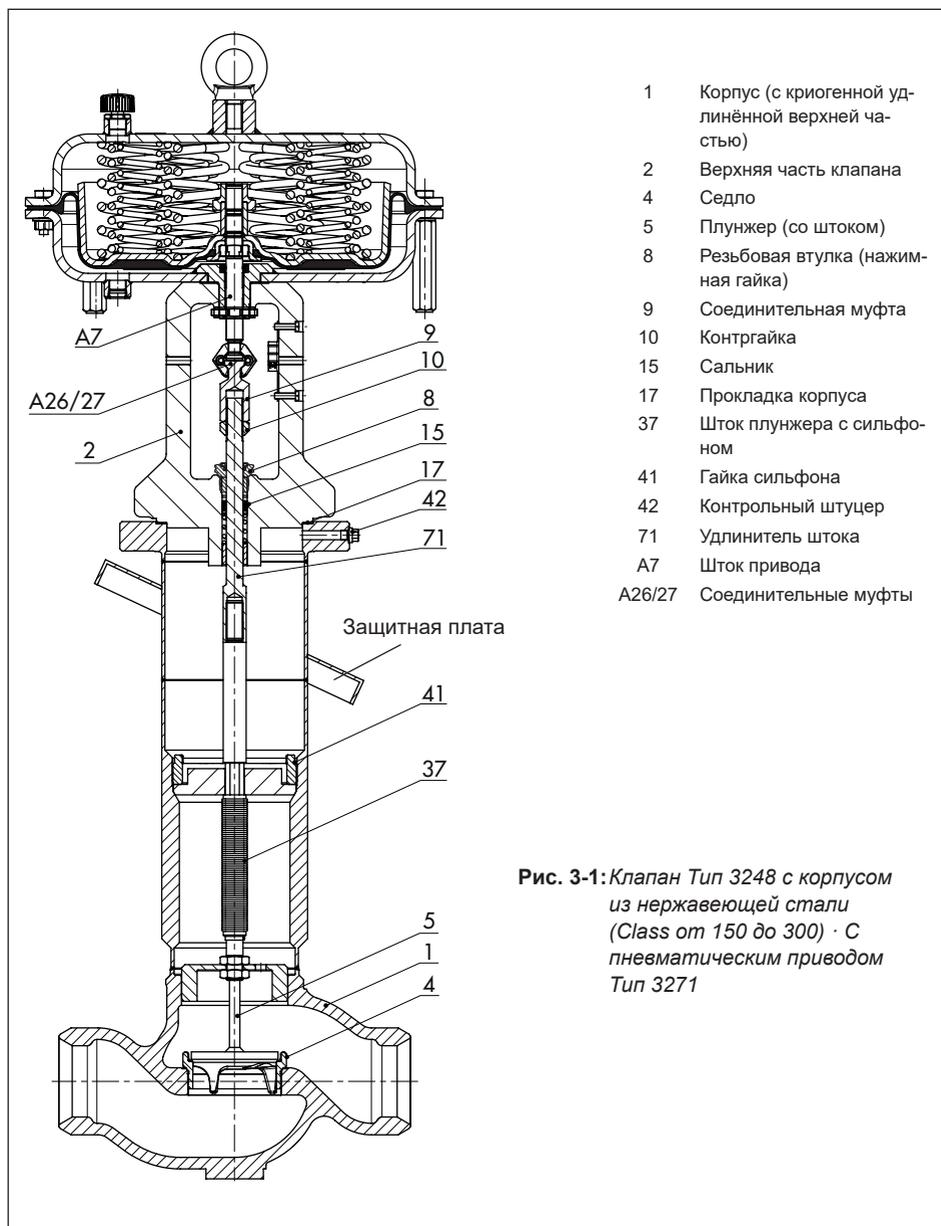
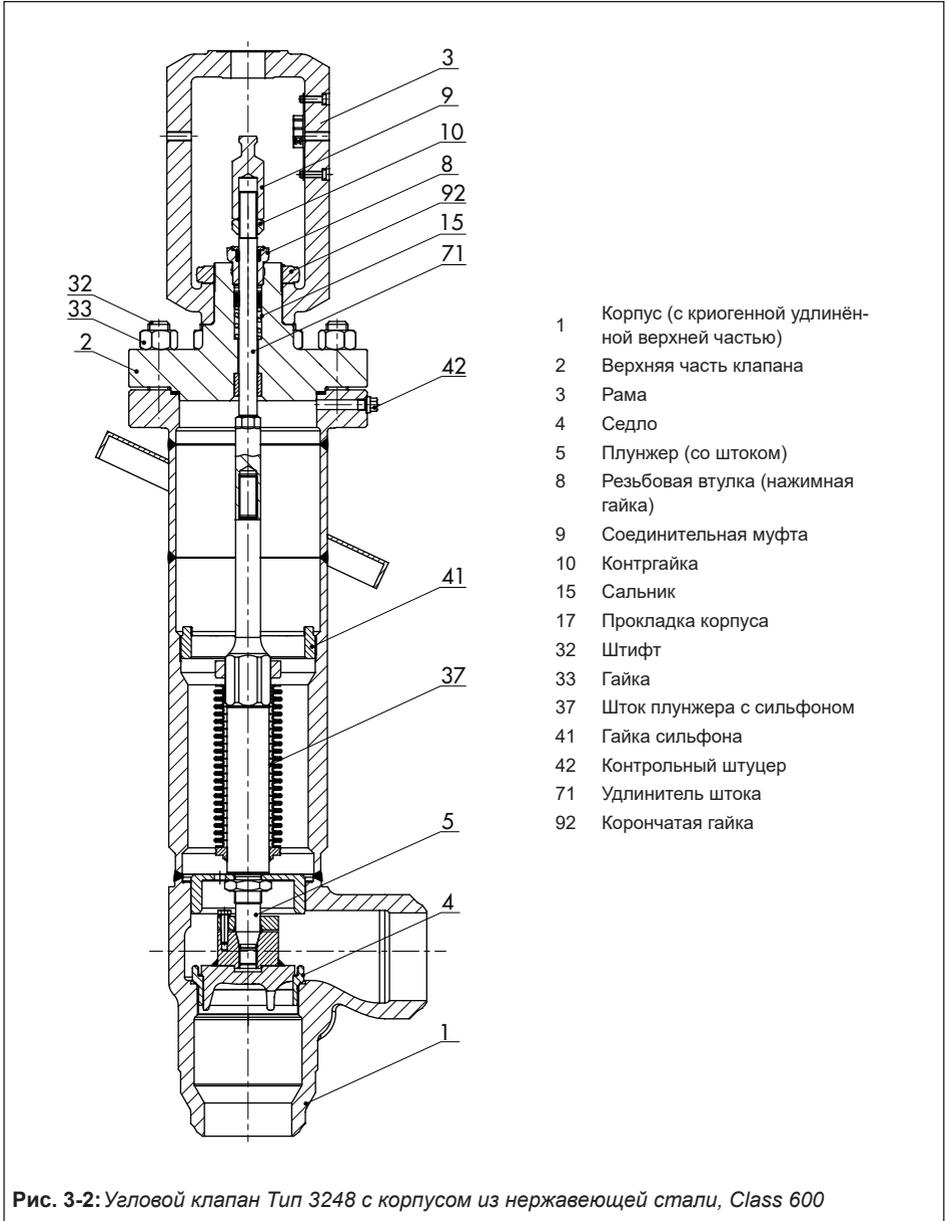

Рис. 3-1: Клапан Тип 3248 с корпусом из нержавеющей стали (Class от 150 до 300) · С пневматическим приводом Тип 3271
Рис. 3-2: Угловой клапан Тип 3248 с корпусом из нержавеющей стали, Class 600
- Проходной или угловой клапан с корпусом из нержавеющей стали, NPS от 1 до 6, Class от 150 до 300 (см. Рис. 3-1)
- Проходной или угловой клапан с корпусом из нержавеющей стали, NPS от 1 до 6, Class 600 (см. Рис. 3-2)
В исполнении Class от 150 до 300, верхняя часть (2) выполнена в виде рамы (см. Рис. 3-1), а в исполнении Class 600 - в виде изолированной вставки. Рама (3) зафиксирована на верхней части клапана с помощью корончатой гайки (92) (см. Рис. 3-2).